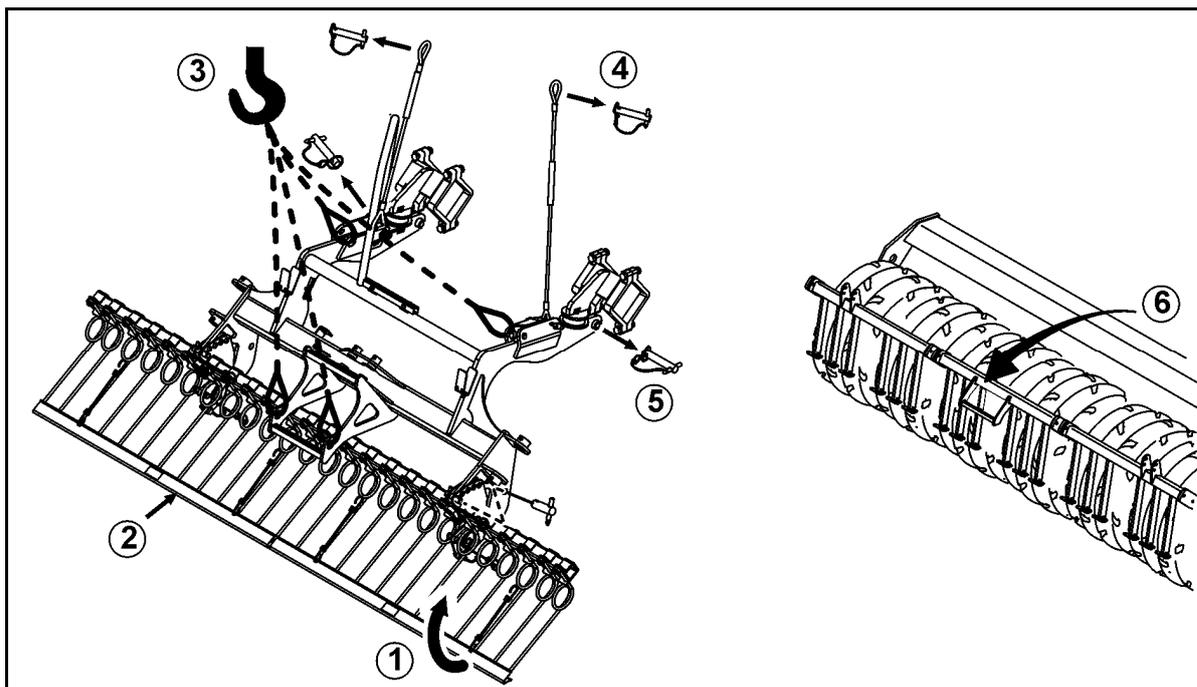

Рис. 34
1. Поднимите узлы сетчатой борона, вставить палец в отверстие и застопорьте пружинным фиксатором (Рис. 34/1).
2. Установите дорожные предохранительные планки (Рис. 34/2).
3. Поднимите сетчатую борону краном за четыре проушины (Рис. 34/3).
4. Отсоедините тяги от машины (Рис. 34/4).
5. Извлеките оба пальца прицепной сетчатой борона (Рис. 34/5).
7. Установка скребковой рамы со ступенью (Рис. 34/6).